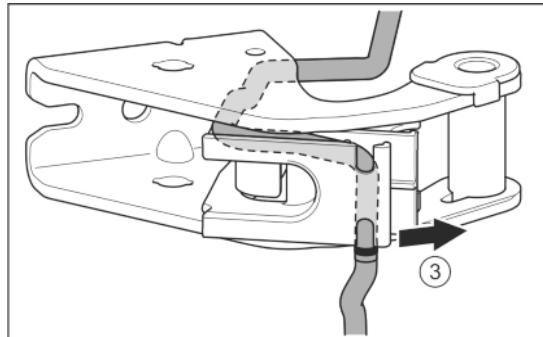

Fig. 28
- Uvolněte kabel z vedení. Fig. 28 (3)